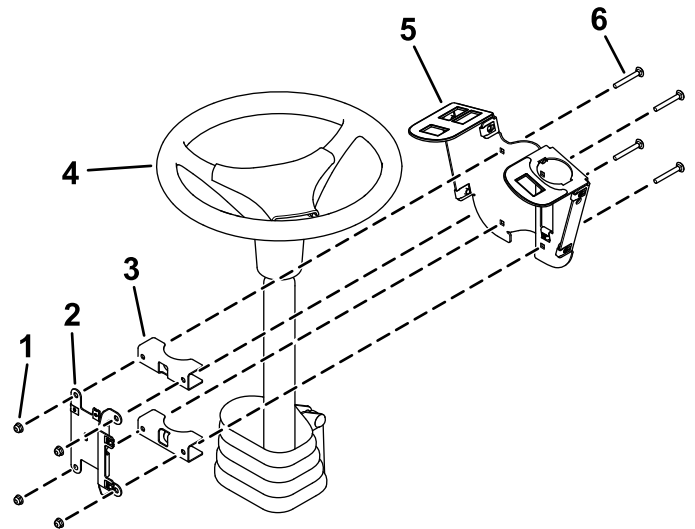

Рисунок 4
1. Не затягивая установите крепление переключателя вокруг рулевой колонки с помощью 4 каретных болтов (¼ x 2 дюйма), 2 монтажных кронштейнов, монтажной пластины предохранителя и 4 контргайек (¼ дюйма), как показано на Рисунок 4.